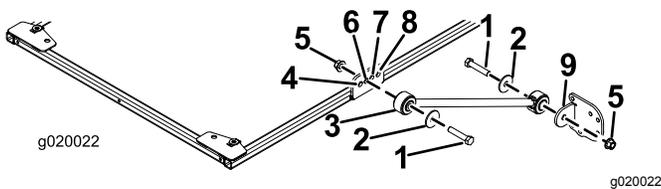

Bild 2
2. Befestigen Sie an jeder Seite des Sonnendachrahmens eine Strebe mit einer Schraube (½" x 2½"), einer Scheibe (½") und einer Bundmutter (½") lose im zweiten Loch der Strebenhalterung, wie in **Bild 2** abgebildet.
3. Befestigen Sie eine Strebenhalterung mit einer Schraube (½" x 2½"), einer Scheibe (½") und einer Bundmutter (½") an jeder Strebe, wie in **Bild 2** abgebildet.